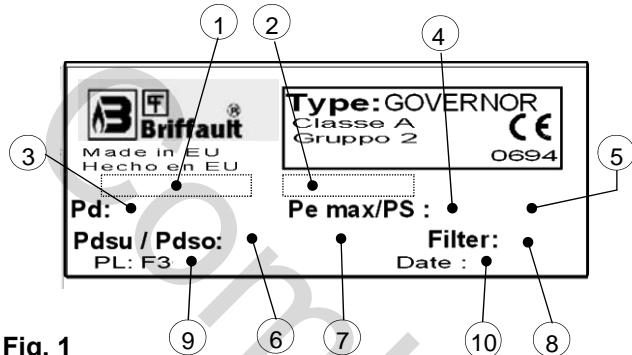

Fig. 1
F **1 VERIFICATION AVANT MISE EN GAZ** Vérifier que l'installation est conforme aux réglementations en vigueur et aux règles de l'art; Vérifier que les indications de la plaque signalétique du régulateur (Fig. 1), répondent aux besoins de l'installation; Vérifier que ce régulateur est installé conformément aux prescriptions ci-dessous, en particulier: Vérifier la présence d'un robinet d'arrêt à l'amont. Vérifier la présence d'un filtre adapté au débit demandé. Respecter la direction du flux comme indiqué par la flèche sur le stabilisateur. Pour le montage correct du stabilisateur se référer au schéma A. Pour le raccordement éventuel de l'évent, enlever le bouchon de 1/4" ou 1/2" assembler avec un raccord spécial un tuyau de 1/2" et l'acheminer dans une zone sûre. - le régulateur doit être installé à l'abri d'agents atmosphériques et de l'irradiation direct du soleil. - L'accès à l'appareillage doit être consenti seulement au personnel qualifié de l'entretien.
- Verify that the installation is performed according to the particular law in force and according to the valid technical rules; Verify that the data indicated on the regulator's type plate, (fig. 1) answer to the required terms from the instruments of combustion connected; Verify that regulator is installed according to the indications of this data sheet, and particularly: Verify the presence of an inlet and outlet stop valve; Verify the presence of a specific gas filter with suitable flow rate; Verify the correct assemblage position of governor. To respect the direction of the flow as pointed out by the arrow on the governor. For a correct assembly follow the mechanical diagram A. For any exhaust and/or vent pipes, remove the vent cap 1/4" or 1/2" on the cover, using the union provided, connect 1/2" pipe, being careful to locate that outlet in a safe place. The regulator has to be fit up not exposed to the sun and atmospheric agents; The access to the equipment must be admitted only to skilled staff of maintenance.
E 1 VERIFICACIÓN ANTES DE LA PUESTA EN GAS verificar que la instalación ha sido realizada según las normas vigentes y las reglas de la buena técnica. Verificar que los datos indicados en la tarjeta (Fig. 1), corresponden a las necesidades de los aparatos de combustión conectados. Verificar que el estabilizador ha sido instalado según las indicaciones adjuntas y en particular verificar. La presencia de al menos una válvula de corte antes y después. La presencia de un filtro específico para el gas utilizado, antes del estabilizador con un caudal adecuado. Respetar la dirección de flujo que indica la flecha sobre el estabilizador. La posición correcta de montaje del estabilizador, (ver el esquema A). Para la eventual conexión del tubo de viento, desmontar el tapón de 1/4" o 1/2" y conectar un racor con tubo de 1/2" y conducirlo a una zona segura. El regulador tiene que ser instalado a amparo de agentes atmosféricos y de los rayos directos del sol. El acceso de la instrumentación tiene que sólo ser permitido al personal calificado de la manutención.